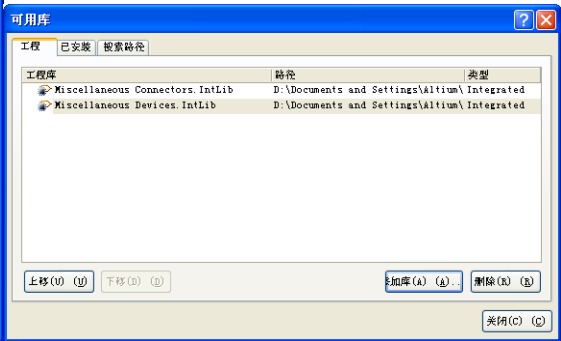

图 14-4 “可用库”对话框
Step7 执行菜单命令“察看”→“工作区面板”→“System（系统）”→“库”。右侧的“库”工作区面板显示为库工作区面板。如果知道用到的元件在哪个库中，直接单击库工作区面板左上角libraries..按钮，弹出“可用库”对话框，单击“工程”标签，在对话框中单击“添加库”按钮，选择所需的库，单击“打开”按钮，就加载了所选的库，可以在原理图设计中使用该库中的元件，如图14-4所示。